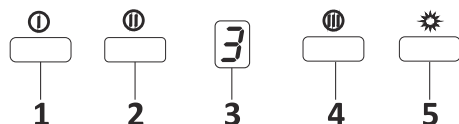

Fig. 15: Pulsante 3 Spd Dig
1. ➔ Premere questo tasto per accendere il prodotto. Quando si preme questo tasto il prodotto funzionerà anche alla velocità 1. Fig. 15
2. ➔ Quando si preme questo tasto il prodotto funzionerà anche alla velocità 2. Fig. 15
3. ➔ Dig display (display digitale) È possibile seguire la velocità in cui il prodotto è attualmente in funzione su questo display. Fig. 15
4. ➔ Quando si preme questo tasto il prodotto funzionerà anche alla velocità 3. Fig. 15
5. ➔ Premere il pulsante per accendere e spegnere la lampada. Fig. 15
6. ➔ Premendo e tenendo premuto uno qualsiasi dei pulsanti motore per più di 2 secondi verrà avviata una funzione timer della durata di 15 minuti. Verrà visualizzato un segnale all'avvio del timer e il motore si fermerà automaticamente dopo 15 minuti. Fig. 15